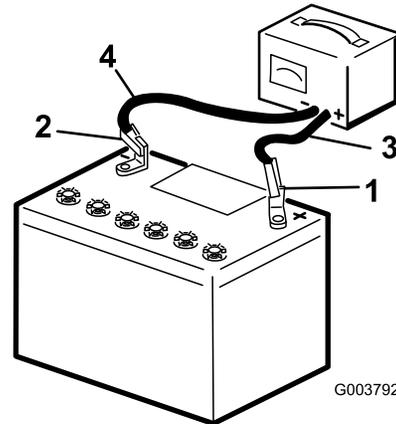

Рисунок 32
2. Заряжайте аккумулятор в течение 10-15 минут током 25-30 Ампер, или 30 минут током 4-6 Ампер (Рисунок 32). Не допускайте избыточного заряда аккумулятора.
3. После полной зарядки аккумулятора отсоедините зарядное устройство от электророзетки, а затем отсоедините провода зарядного устройства от штырей аккумулятора (Рисунок 32).